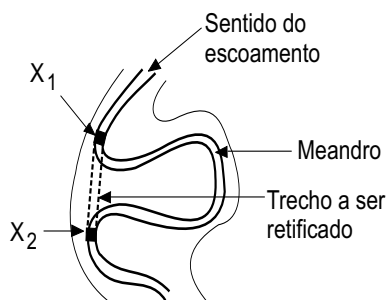

Figura 3 – Esquema do trecho retificado
- * No local C, um rio está sujeito a inundações constantes. Em um trecho deste rio existe um meandro com 15 km de comprimento. Uma das propostas é retificá-lo, passando o trecho do rio a ter 2 km de extensão, conforme mostra a Figura 3. Você foi encarregado de analisar esta solução. A vazão, a seção tipo, as cotas do leito nos pontos X_1 e X_2 , a rugosidade do canal e o material das margens e do leito, nas duas situações, sem e com retificação, são as mesmas.